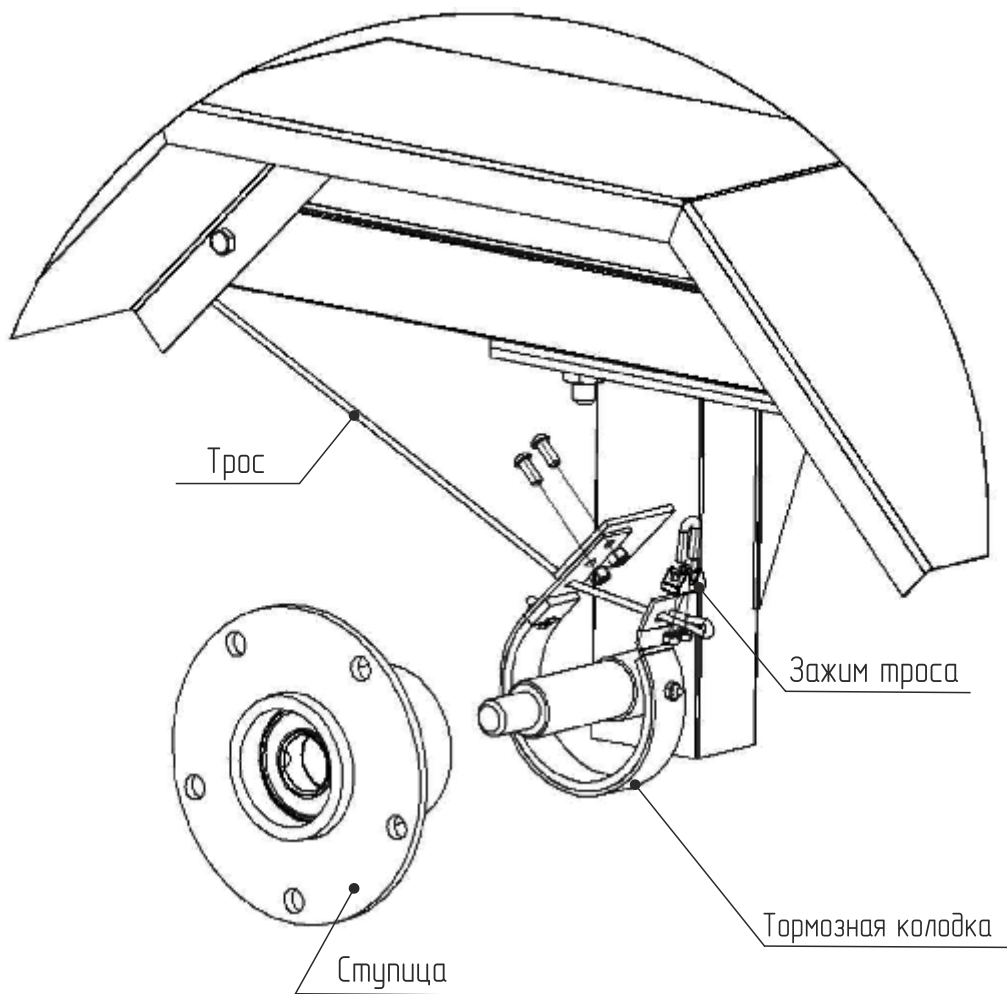

Рис. 1. Установка тормозной колодки на телегу.
- Соедините две половины рамы, переднюю (5) и заднюю (6) при помощи болтов М10х25, шайб Ø10, шайб пружинных Ø10 и гаек М10.
- Положите кузов (4) на ровную поверхность вверх дном. Установите раму на кузов так, чтобы кронштейн расположенный в задней части рамы (6) совпал с кронштейном расположенным на кузове (4). Зафиксируйте поворотный кронштейн при помощи болта М14х90, шайбы Ø14 и стопорной гайки М14, не затягивайте слишком сильно соединение, чтобы кузов мог спокойно опрокидываться.
- Установите стойки колес (11) на основания расположенные на кузове (4). Зафиксируйте болтами М10х25, шайбами Ø10, шайбами пружинными Ø10 и гайками М10.
- Прикрутите тормозные колодки к кронштейнам расположенным на стойках колес (рис. 1). Зафиксируйте винтами М5х12 и стопорными гайками М5 (кроме ТПМ1-171).
- Проденьте стальной трос через отверстия в колодке. Закрепите конец троса при помощи зажима троса (для большей надежности уложите трос петлей). Протяните трос ко второй колодке, обогнув тормозную тягу (7).
- Установите колеса (8) на ступицы и закрепите при помощи болтов М10х25, шайб Ø10, шайб пружинных Ø10 и гаек М10. Проверьте давление в шинах, оно должно составлять 1,5-1,7атм.
- Установите ящик-сиденье (3) на борт телеги, вкрутите два кровельных самореза 5,5х50 в отверстия труб. Вставьте стойки спинки (2) до упора в стойки ящика-сиденья. Установите спинку (1), зафиксируйте стопорными гайками М6.
- Установите крылья (13) на кузов телеги, закрепите их при помощи болтов М6х40 и гаек М6 (кроме ТПМ1-171).
- Положите кузов (4) на ровную поверхность вверх дном. Установите собранную раму на кузов так что бы кронштейны в задней части рамы (6) совпали с кронштейнами, расположенными на кузове. Зафиксируйте поворотные кронштейны при помощи болтов М14х90, шайб Ø14 и стопорных гаек М14, не затягивайте слишком сильно соединение, чтобы кузов мог свободно опрокидываться.
- Установите стойки колёс (11) на основания расположенные на задней части рамы (6). Зафиксируйте болтами М10х25, шайбами Ø10, шайбами пружинными Ø10 и гайками М10.
- Прикрутите тормозные колодки к кронштейнам, расположенным на стойках колес (рис. 1). Зафиксируйте винтами М5х12 и стопорными гайками М5.
- Проденьте стальной трос через отверстие в колодке. Закрепите конец троса при помощи зажима троса (для большей надежности уложите трос петлей). Протяните трос ко второй колодке, обогнув тормозную тягу (6).
- Установите колеса (7) на ступицы и закрепите при помощи болтов М10х25, шайб Ø10, шайб пружинных Ø10 и гаек М10. Проверьте давление в шинах, оно должно составлять 1,5-1,7 атм.
- Соедините две половины рамы, переднюю (5) и заднюю (6) при помощи болтов М10х25, шайб Ø 10, шайб пружинных Ø 10 и гаек М10.
- Положите кузов (4) на ровную поверхность вверх дном. Установите собранную раму на кузов так, чтобы кронштейны расположенные в задней части рамы совпали с кронштейнами расположенными на кузове. Зафиксируйте поворотные кронштейны при помощи болтов М14х90, шайб Ø 14 и стопорных гаек М14, не затягивайте слишком сильно соединения, чтобы кузов мог свободно опрокидываться.
- Прикрутите тормозные колодки к кронштейнам расположенным на стойках колес (рис. 1). Зафиксируйте винтами М5х12 и стопорными гайками М5.
- Установите колеса (8) на ступицы и закрепите при помощи болтов М10х25, шайб Ø 10, шайб пружинных Ø 10 и гаек М10. Проверьте давление в шинах, оно должно составлять 1,5-1,7атм.
- Соберите сиденье, установив к каркасу (3) сиденье (2) и спинку (1), зафиксируйте стопорными гайками М6. Установите сиденье в сборе кронштейнами на борт кузова, зафиксируйте кровельными саморезами 5,5х50 в отверстия труб.